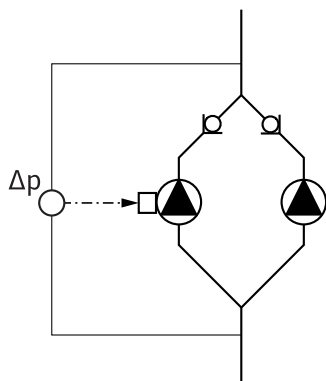

Fig. 13: Příklad, připojení čidla diferenčního tlaku
- V příkladu na Fig. 13 je čerpadlo Master levé čerpadlo ve směru proudění. Na tomto čerpadle připojte čidlo diferenčního tlaku.
Měřicí body čidla diferenčního tlaku čerpadla Master se v příslušném sběrném potrubí musejí nacházet na sací a výtlačné straně zařízení se zdvojeným čerpadlem (Fig. 13).